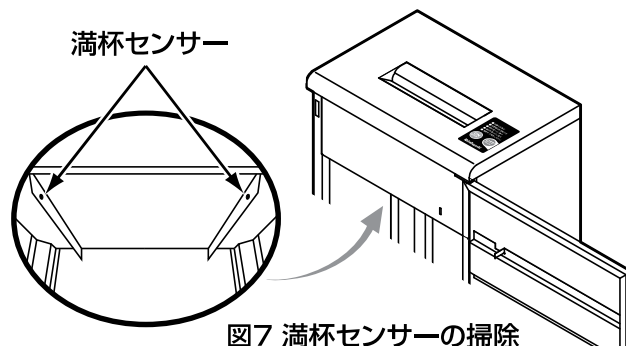

図7 満杯センサーの掃除
1. OFF/逆転スイッチ⑰を押して電源を切り、電源コード⑥の電源プラグを抜いてください。
2. 満杯センサーに付着した紙粉や細かい細断紙片を柔らかい布等で取り除いてください。 図7 参照